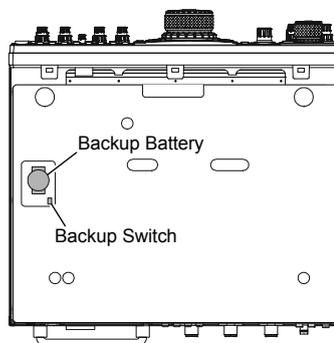

FIGURE 3
4. Localiser la batterie au lithium sur le côté gauche de la platine de commande (Control Unit) en (Figure 3).